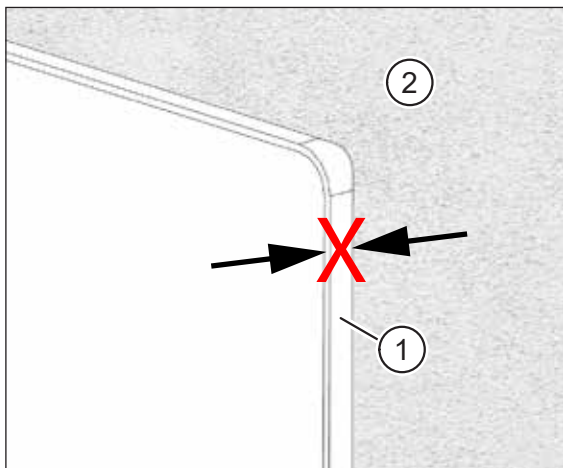

Abb. 25: Putzrahmen steht über Putz über
- Der Putzrahmen (Pos. 1 in Abb. 25) steht über den Putz (Pos. 2 in Abb. 25) über.